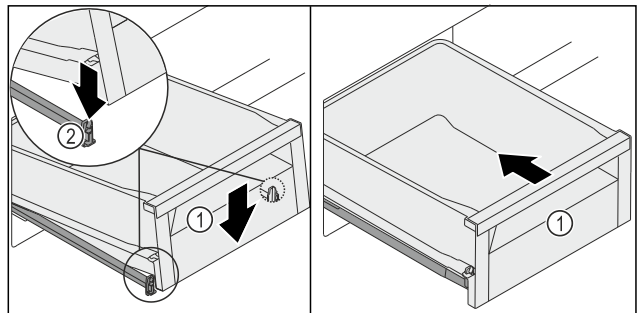

Fig. 260
- Опустіть висувний ящик Fig. 260 (1) спереду так, щоб він увійшов у затискач Fig. 260 (2) ліворуч і праворуч.
- Висувний ящик Fig. 260 (1) чутно зафіксується з характерним звуком.
- Всуňte висувний ящик Fig. 260 (1).